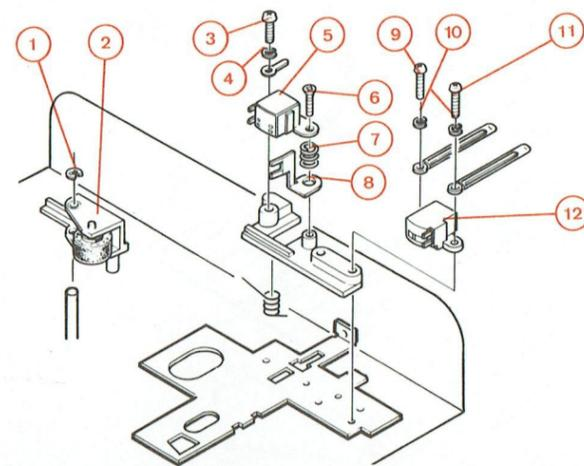

Fig. 13
- Retirer l'anneau d'arrêt (1).
- Tirer l'axe (16) dans le sens de la flèche B pour libérer la touche «PAUSE» (15) ou «>>» (13) selon le cas.
- Enlever la touche «PAUSE» (15) ou «>>» (13).
- Enlever les vis (5) et (7) et retirer le support (6) des contacteurs.
- Retirer l'anneau d'arrêt (3) et extraire de son axe le levier métallique (2).
- Tirer l'axe (16) dans le sens de la flèche B pour libérer la touche «STOP-EJECT» (14).
- Enlever la touche «STOP-EJECT» (14).
**M - REMPLACEMENT DES TÊTES D'ENREG./LECT. ET D'EFFACEMENT (Fig. 13)**
## N - DÉPOSE DU GALET PRESSEUR (Fig. 13)